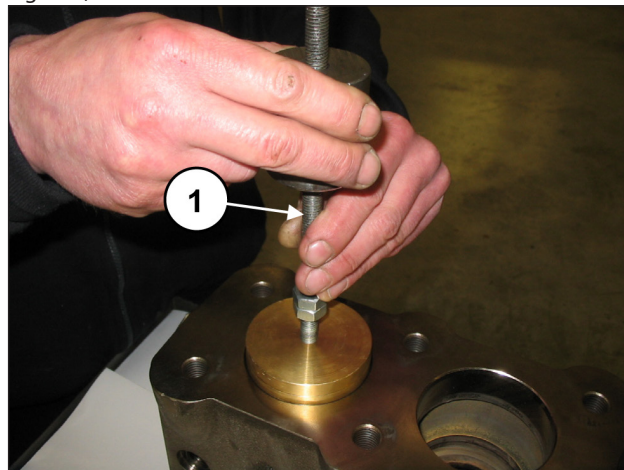

Fig. 108
Extraer el tapón de la válvula introduciendo un extractor de percusión en el orificio M10 del tapón de la válvula (pos. ①, Fig. 108).